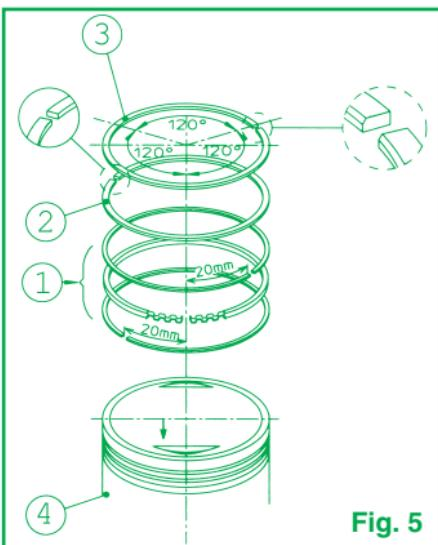

Fig. 5
il montaggio del raschia-olio (Fig. 5 - Part. 1).
- Montare il secondo segmento con la stampigliatura rivolta verso la parte superiore del pistone come indicato in Fig. 5 - Part. 1.
- Inserire il primo segmento di compressione con la stampiglia- tura rivolta verso la parte superiore del pistone come indicato in Fig. 5 - Part. 2.
- Posizionare le aperture dei tagli delle fasce elastiche come indicato in Fig. 5.
- Ricontrollare che le aperture dei tagli delle fasce elastiche siano posizionate come indicato in Fig. 5.